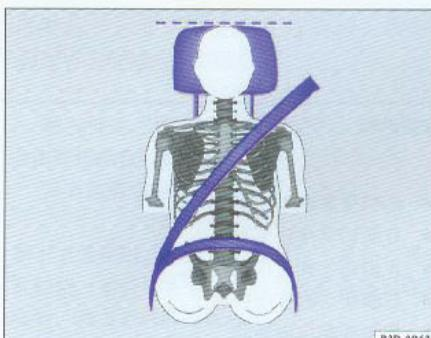
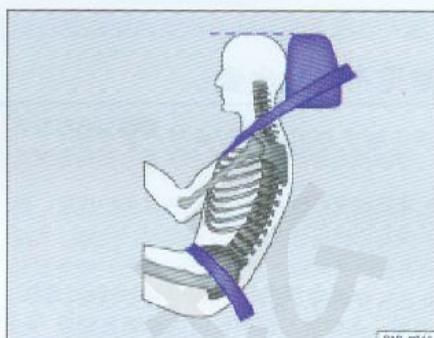

图3 正确调整的头枕-前视图
图4 正确调整的头枕-侧视图
- 调整头枕，使头枕上缘与头顶等高，或尽可能与头顶等高 → 图3和图4。